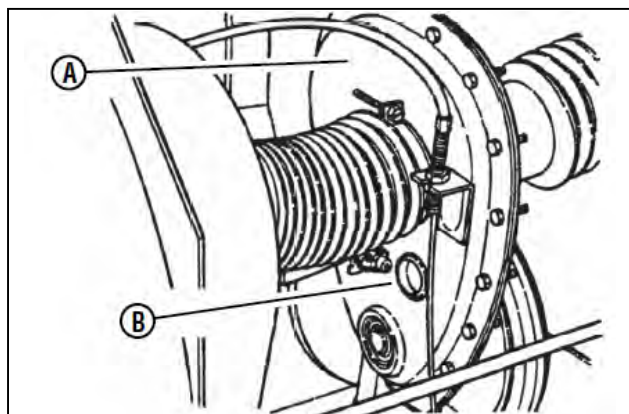

図 7-11 チェーンケース内の潤滑油確認
1. チェーンケース(図 7-11 の A)のフィル/レベルプラグ(B)に傷が無いか確認します。プラグに傷があれば、プラグを交換してください。